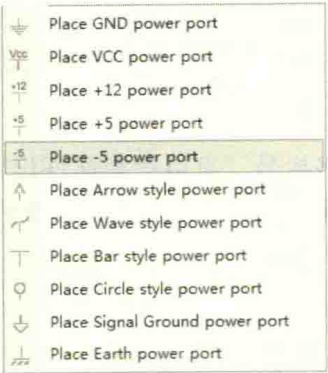

图 4-38 常用电源端口菜单
- (1) 单击执行图标命令 ，可以直接放置接地符号。
- (2) 单击执行图标命令 ，可以直接放置电源符号。
- (3) 单击执行实体工具栏中的图标命令 ，可以打开如图 4-38 所示的常用电源端口菜单，选择自己需要放置的端口类型进行放置即可。